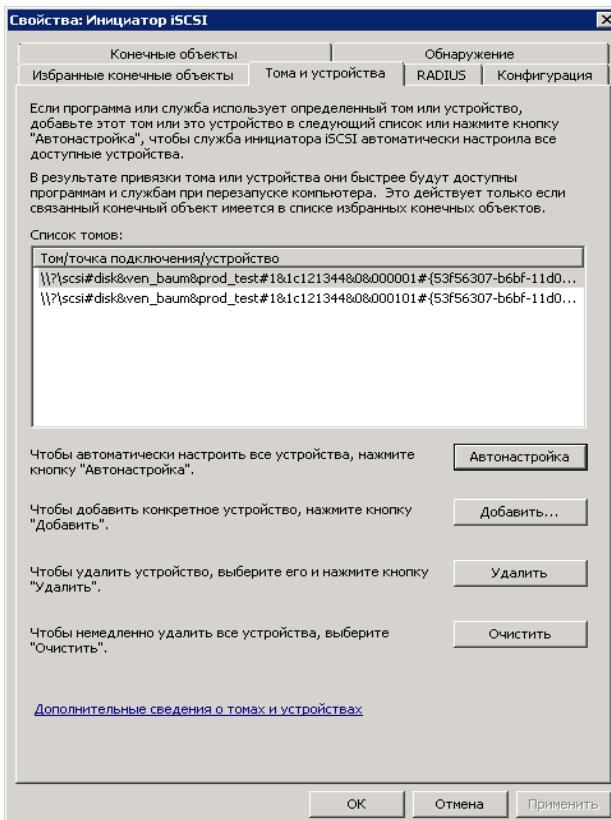

Рисунок 109 – Настройка доступа по протоколу iSCSI
3. На вкладке «**Конечные объекты**» задайте IP-адреса контролеров СХД БАУМ, используя кнопку «**Быстрое подключение**» (см. Рисунок 109).
4. На вкладке «**Тома и устройства**», нажав кнопку «**Автонастройка**», подключите устройства. В разделе «**Управление дисками**» панели «**Управление компьютером**» убедитесь, что видны диски доступные по разным маршрутам (см. Рисунок 109).